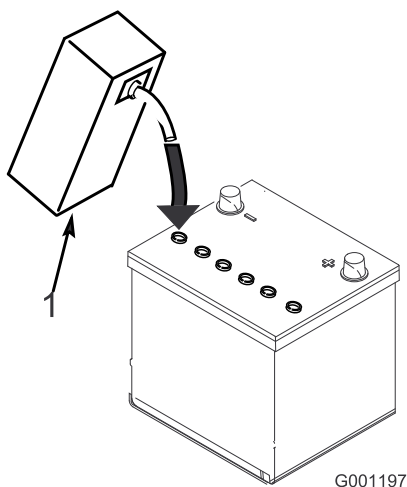

図 6
5. 各セルに慎重に電解液を満たす。電極板が6 mm程度水没するぐらいが適当（図 6）。